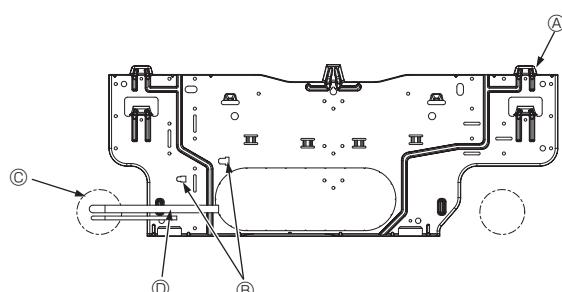

Fig. 3-6
3.3. Al empotrar tuberías en la pared (Fig. 3-6)